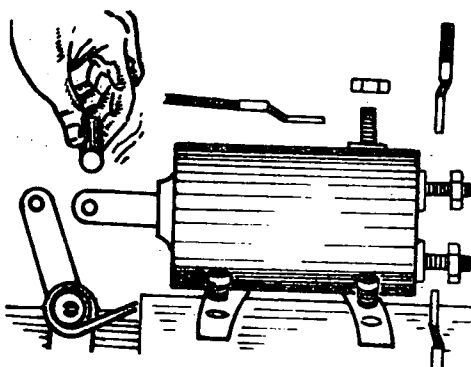

Fig. 7
- b Retire a articulação do encaixe mecânico (fig. 7)